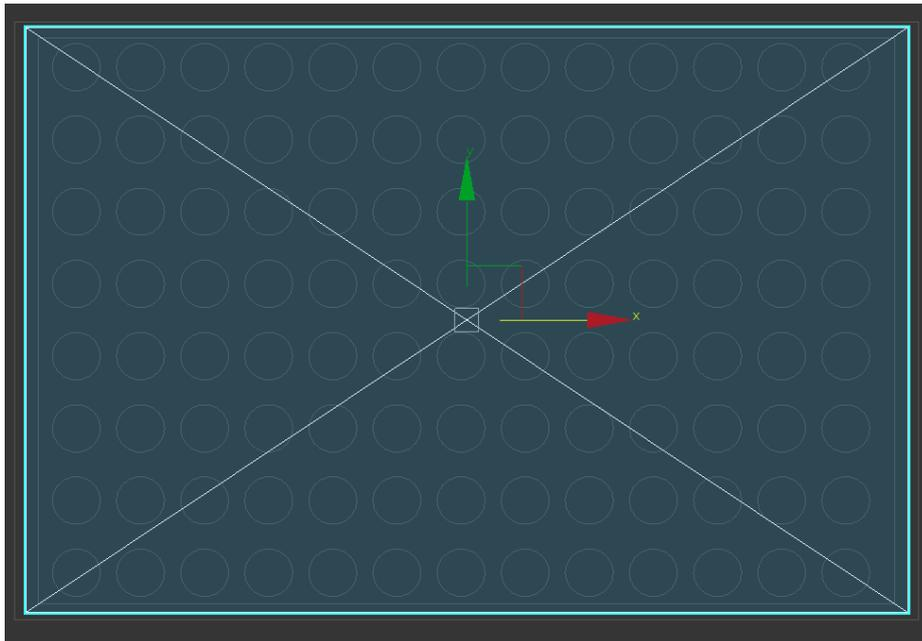
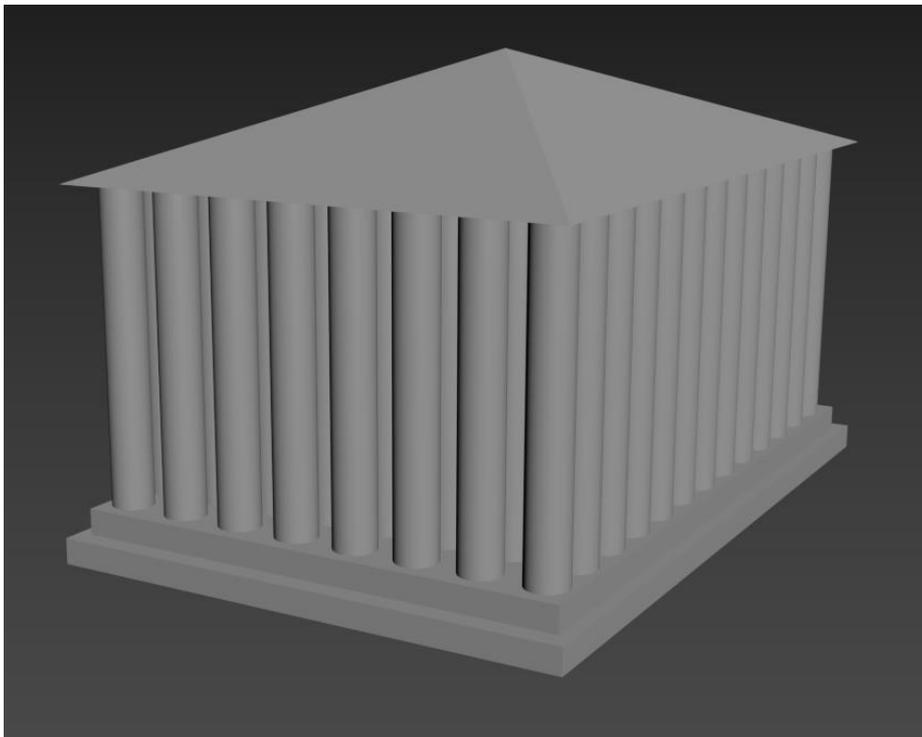

Рис. 10. Создание крыши Парфенона
Рис. 11. Готовый набор объектов
Используя геометрический объект, **Пирамида (Pyramid)**, создаем крышу Парфенону (рис.10). И выровниваем его по верхним граням колон с использованием **Инструмент привязка (Snaps toggle (S))** (рис. 11).